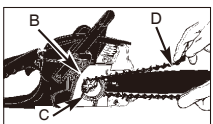

Fig. 4B
2. Lägg kedjan runt drivhjulet (B) bakom kopplingen (C). Se till att länkarna passar mellan kugghjulets tänder (Fig. 4B).
3. För in drivlänkarna i spåret (D) och runt svärdets ände (Fig. 4B).